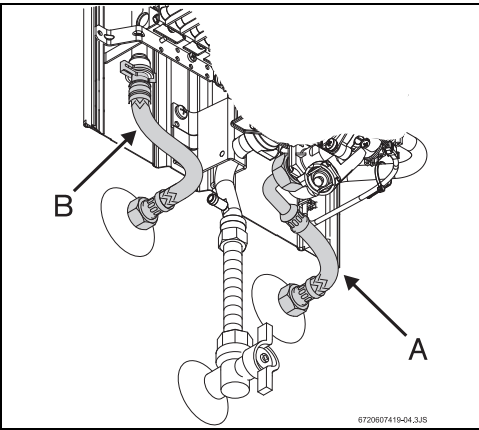

Fig. 11 Conexión del agua
- Identificar el tubo de agua fría (Fig. 11, [A]) y el tubo de agua caliente (Fig. 11, [B]), para evitar cualquier conexión equivocada.